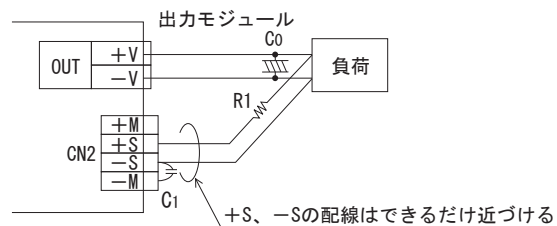

図 3.2 リモートセンシングを使用する場合
■リモートセンシング機能を使用する場合の結線図を図 3.2 に示します。
- ①負荷線に接触不良が生じると、センシング線に負荷電流が流れ、電源内部回路を破壊することがあるので結線には充分注意してください。
- ②電源から負荷までの配線は、充分余裕のある太い電線を使用し、ラインドロップは 0.3V 以下としてください。
- ③配線や負荷のインピーダンスによって、電源出力電圧に発振波形が発生したり、出力電圧の変動が大きくなる場合がありますので、充分に評価してから使用してください。出力電圧が不安定になった場合、次の方法で対応することができます。